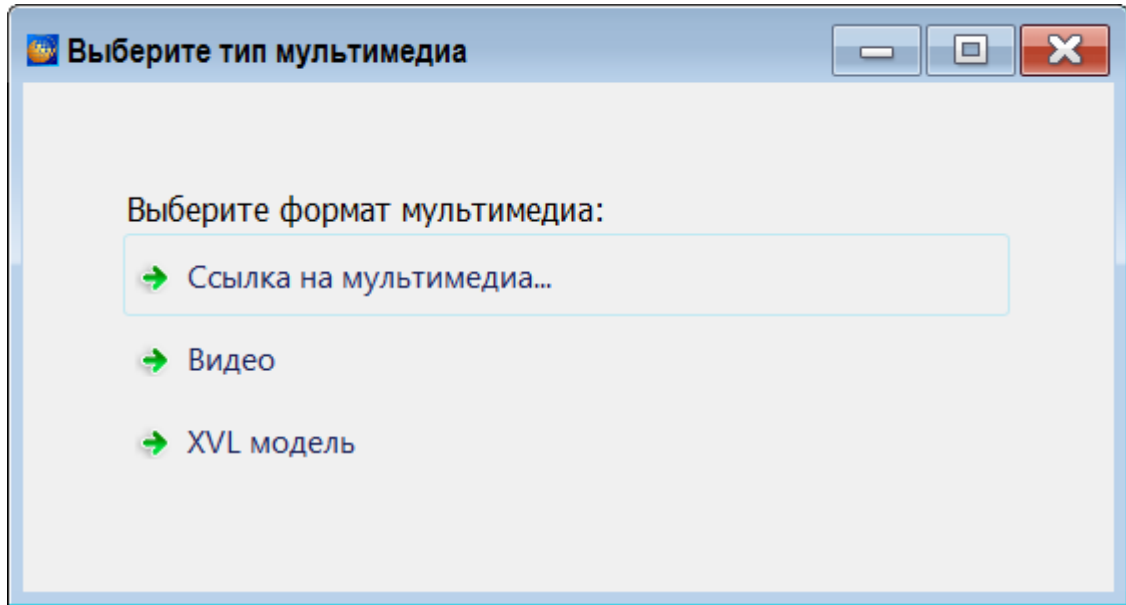
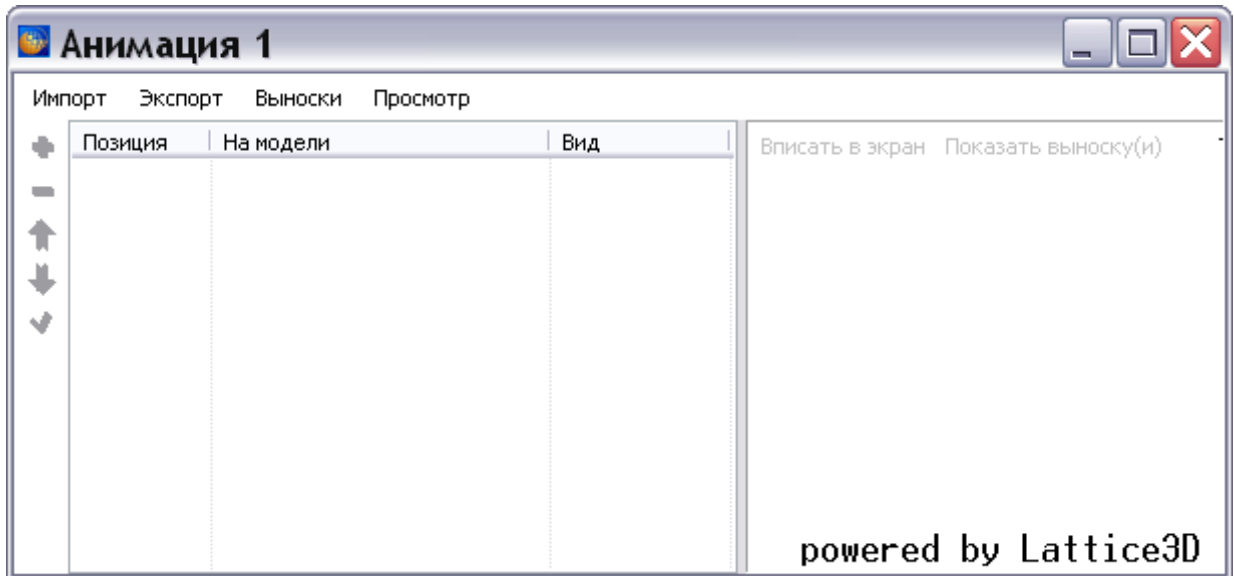

Рисунок 417
Рисунок 418
3) Выберите тип анимации (рисунок 417). В примере описана вставка XVL модели (рисунок 418).